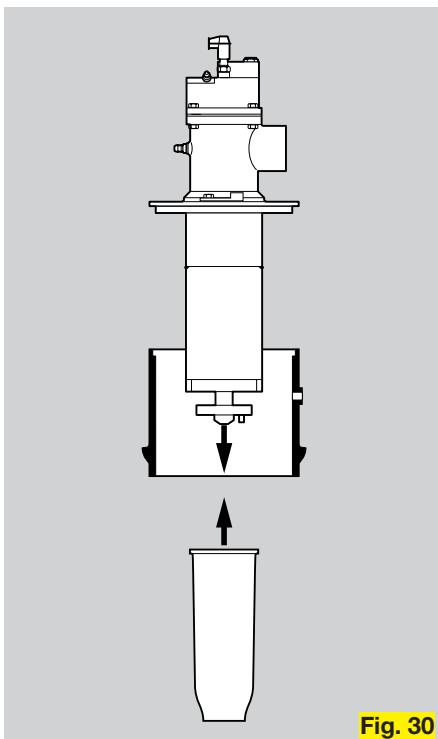

Fig. 30
Modifizierte BIC-Brenner in den Größen 50–100 in Verbindung mit einem **Schürlochgehäuse SLG** als Schürlochbrenner für die Deckenbefeuерung von Tunnelöfen in der Keramikindustrie (Fig. 30). Die Leistungsdaten entsprechen denen der BIC(A)-Brenner.
Modified BIC burners in sizes 50-100 in conjunction with a **pot housing SLG** as pot burner for roof firing of tunnel kilns in the ceramics industry (Fig. 30). The performance data corresponds to that for the BIC(A) burners.
Возможность оснащения смотровым глазком, со смотровым стеклом и заслонкой. Возможна **комплектная поставка** горелок с смонтированными клапанами по газу и воздуху, а также с устройством розжига и автоматикой управления горения. Имеются модификации горелок типа BIC величины 50-100 в соединении с **перфорированным корпусом розжига типа SLG**, используемые в качестве горелок розжига при свободовом горении в туннельных печах керамической промышленности (Fig. 30). Значение мощности соответствует горелкам типа BIO(A).